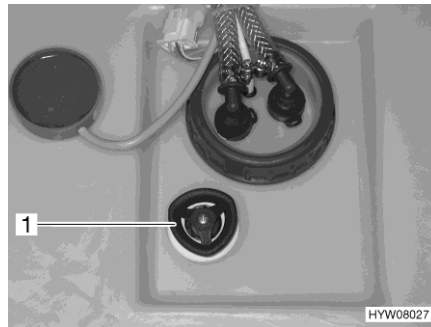

Bild 135 Wassertank mit Drehgriff
- Auf dem Wassertank den Drehgriff (Bild 135,1) entgegen dem Uhrzeigersinn über den Widerstand hinaus bis zum Anschlag drehen, um die Ablauföffnung vollständig zu öffnen.